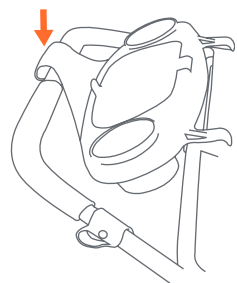

Fig. 7a
7) • **Para colocar la bandeja para padres:** Cierre a presión la parte superior de la bandeja por encima del manubrio (Fig. 7a).